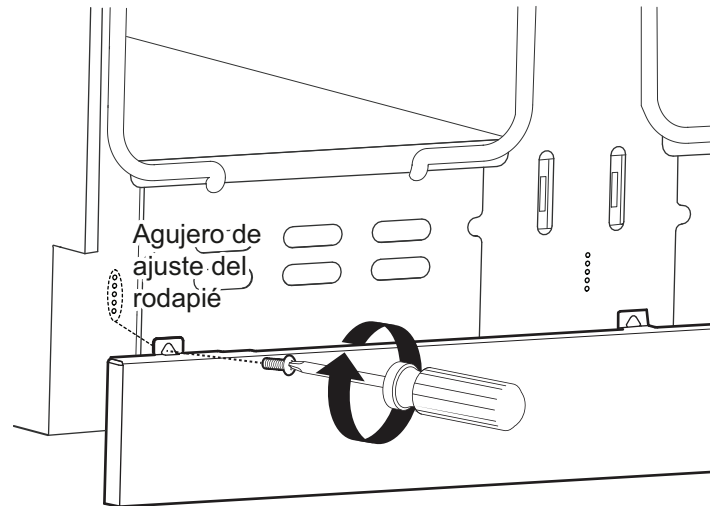

Figura 27: Ajuste del rodapié
2. Coloque el rodapié en una de las cinco posiciones de los agujeros para los tornillos, como se ve en la *Figura 27*. Reinstale los tornillos Torx.